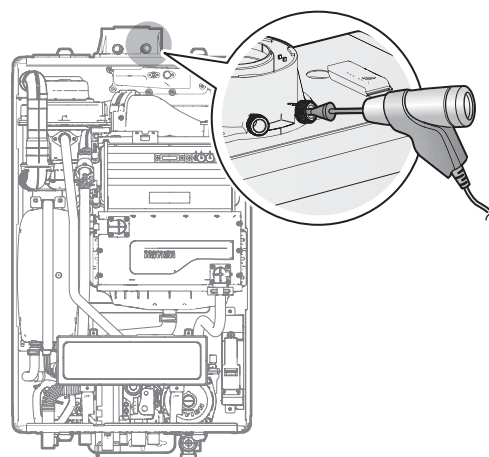

Рисунок 8
- б. Вставьте анализатор в порт (рисунок 8).